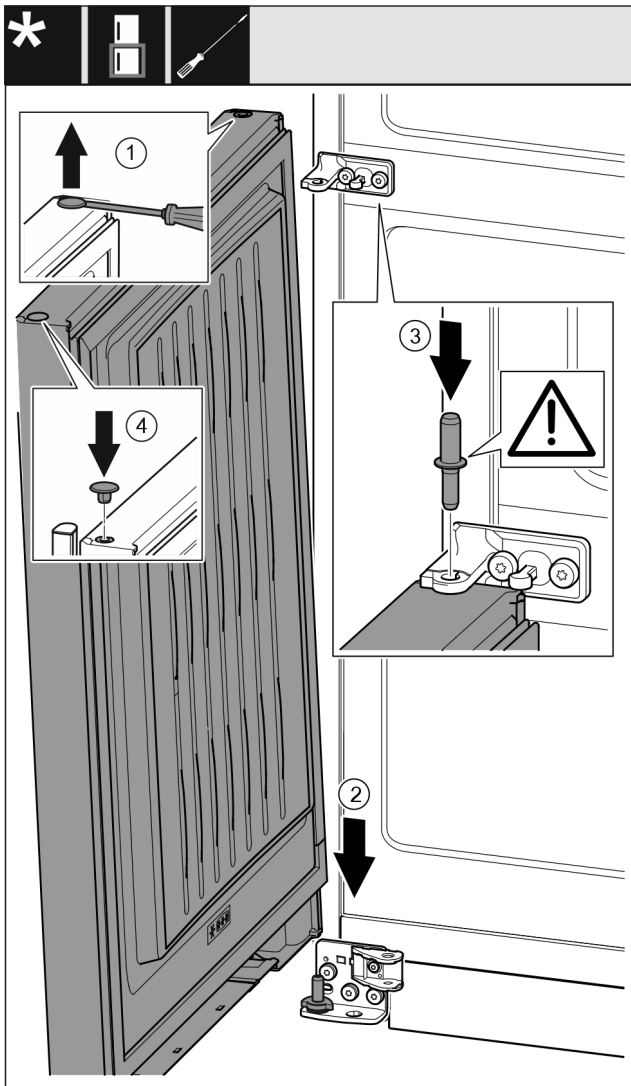

Fig. 55
- ▶ Óvatosan emelje meg a dugót Fig. 55 (1) lapos csavarhúzóval, és húzza ki.
- ▶ Helyezze fel az ajtót Fig. 55 (2) felülről az alsó csapszegre.
- ▶ Helyezze a középső csapszeget Fig. 55 (3) a középső csapágybakon keresztül az alsó ajtóba. Ügyeljen közben arra, hogy a reteszelő bütyök hátrafelé mutasson.
- ▶ Tegye vissza a dugót Fig. 55 (4) az ajtó másik oldalára.